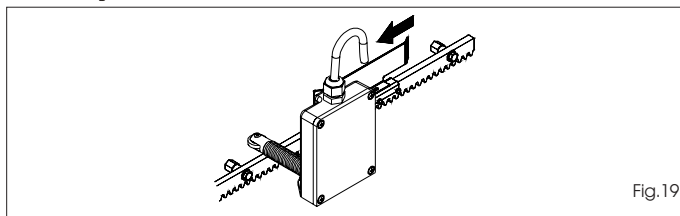

Fig.19
- 6) Répéter les opérations des points 4 et 5 pour le fin de course de fermeture, Fig. 19.